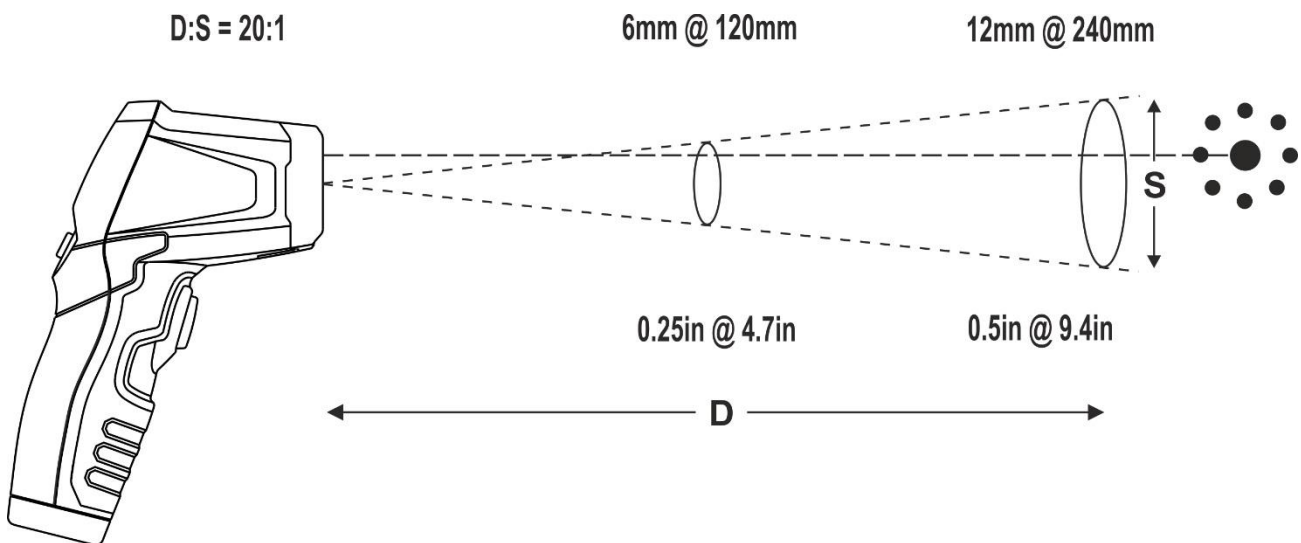

Fig. 4: Définition du rapport distance / pointeur de mesure de l'instrument
5. Assurez-vous que l'objet dont la température doit être mesurée est au moins aussi grand que la zone de mesure (voir Fig. 4). Plus l'objet est petit, plus la distance par rapport à l'objet lui-même est petite (exemple : si la distance de l'objet est de 240mm, la surface de l'objet doit être d'au moins 12mm pour une mesure correcte de la température) . **Si la précision est importante, assurez-vous que la taille de l'objet soit au moins deux fois plus grand que la surface du pointeur**